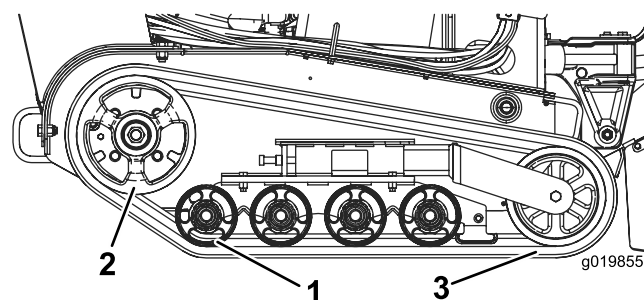

Figura 45
Importante: Asegúrese de limpiar completamente las ruedas de rodaje y la rueda motriz (Figura 45). Las ruedas de rodaje deben rodar libremente cuando están limpias.
8. Empezando en la rueda motriz, pase la oruga nueva alrededor de la rueda, asegurándose de que los dientes de la oruga encajen entre los espaciadores de la rueda (Figura 45).
9. Introduzca la oruga por debajo y entre las ruedas de rodaje trasera y central (Figura 45).